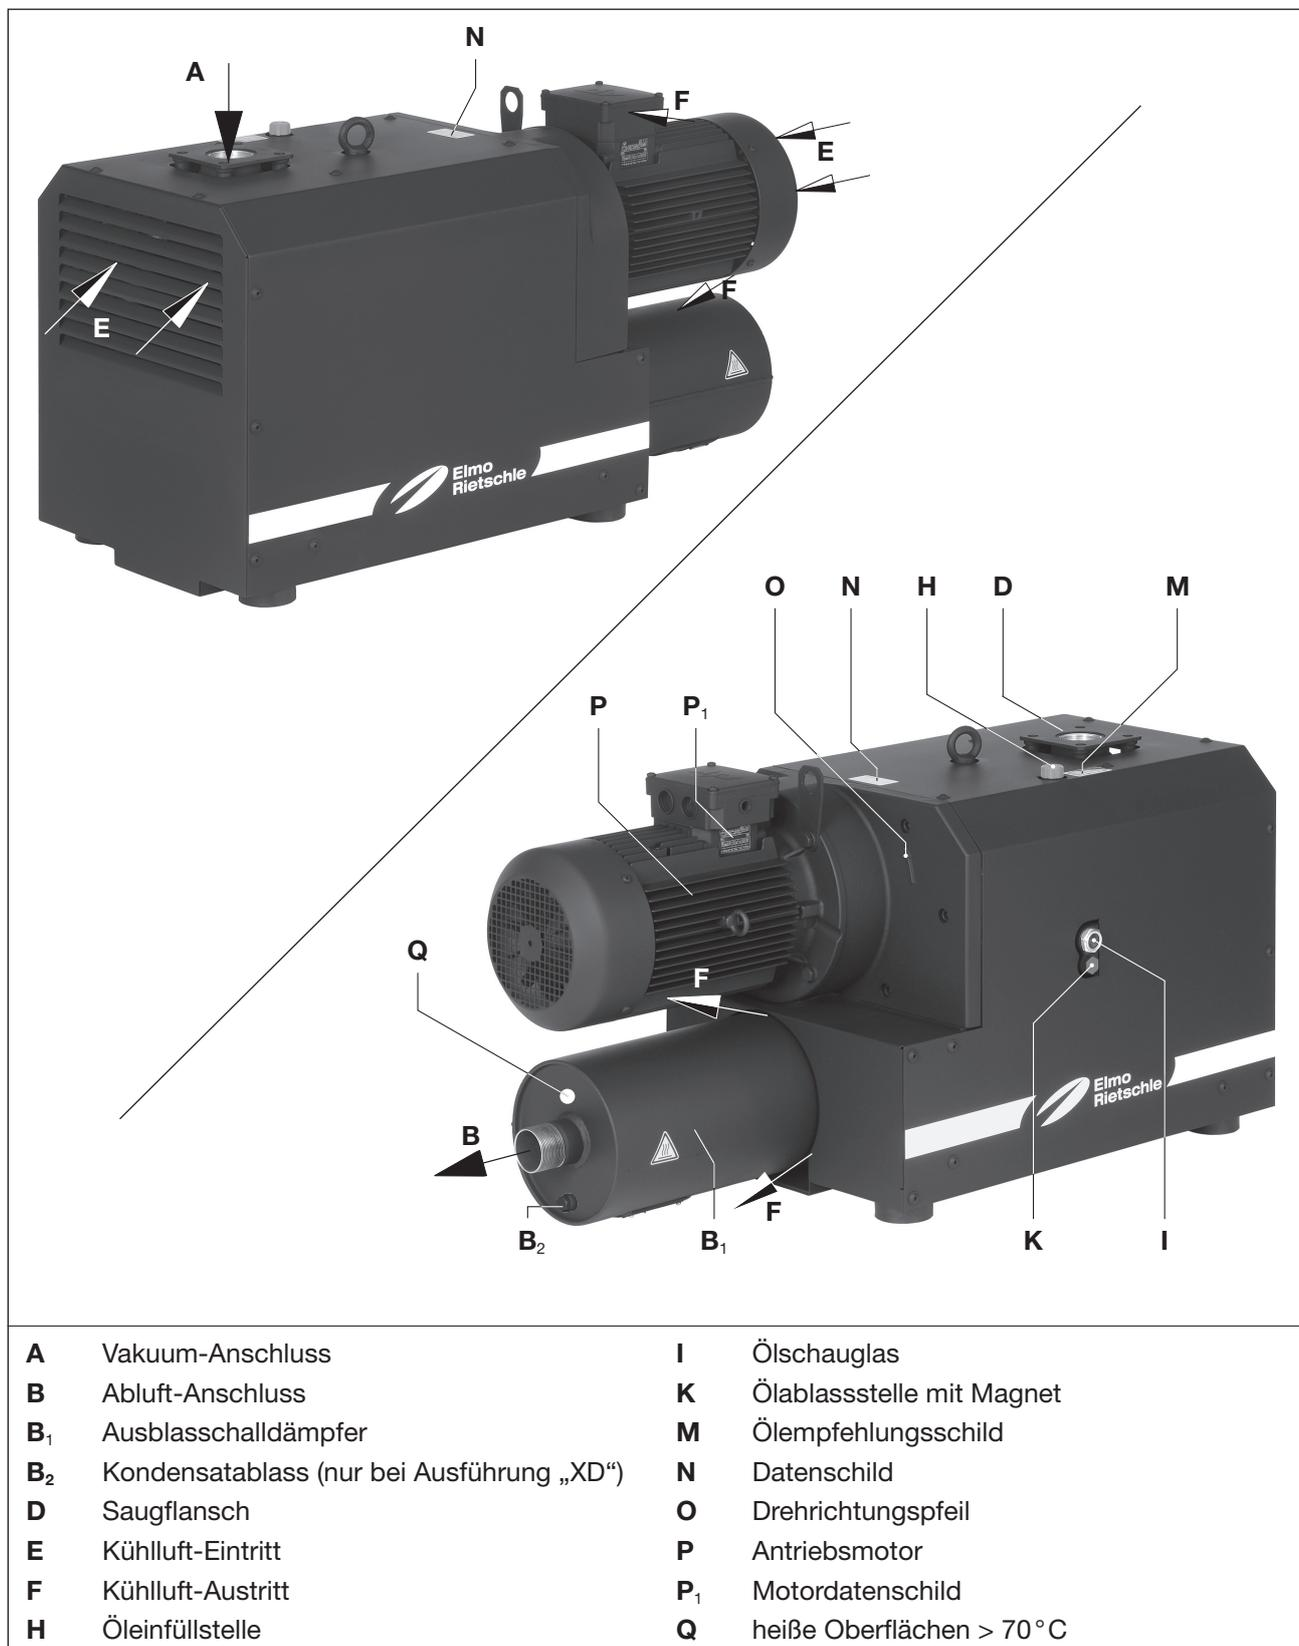

Abb. 2 Vakuumpumpe C-VLR 301
Die C-VLR 301 hat saugseitig einen Anschlussflansch und druckseitig einen Ausblasschalldämpfer (Abb. 2/B₁). Die angesaugte Luft wird durch einen Siebfilter gereinigt. Ein integriertes Rückschlagventil verhindert ein Belüften des evakuierten Systems nach dem Abstellen der Pumpe. Ein Vakuumbegrenzungsventil ist in der Maschine integriert.
Die C-VLR 301 ist durch eine Dämmhaube gekapselt. Um die Verdichtungswärme abzuführen, wird die Kühlluft mit Hilfe eines Trommellüfters, welcher die frische Kühlluft (Abb. 2/E) ansaugt und die erwärmte Luft am Kühlluftaustritt (Abb. 2/F) ausbläst, zwischen dem Verdichter und der Haube hindurchgesaugt. Der Antrieb erfolgt über eine Kupplung durch einen angeflanschte Drehstrom-Normmotor.
- Öl-Einfüllstelle (Abb. 2/H), Öl-Schaugläser (Abb. 2/I) und Öl-Ablässe (Abb. 2/K) müssen leicht zugänglich sein.
- Blindstopfen/Klebefolie am Vakuumanschluss (Abb. 2/A) und Abluftaustritt (Abb. 2/B) entfernen.
- Rohrleitung an Vakuumanschluss (Abb. 2/A) anschließen.
- Die abgesaugte Luft kann durch den Abluftaustritt (Abb. 2/B) am Ausblasschalldämpfer (Abb. 2/B₁) ausgeblasen oder mittels Schlauch- bzw. Rohrleitung weggeführt werden.
- Schmierölstand am Ölschauglas (Abb. 2/I) kontrollieren und gegebenenfalls auffüllen.